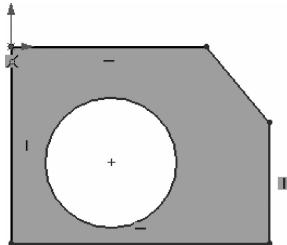

图 1-36 基体零件模型草图
②单击【圆形】按钮 \odot ，绘制圆，如图 1-36 所示。